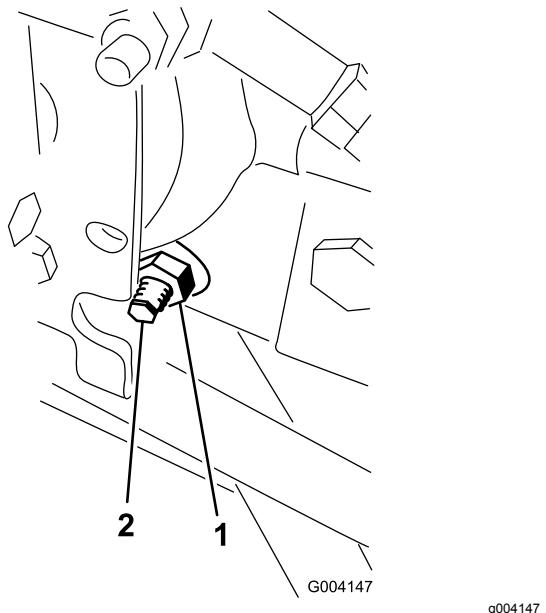

Bild 92
3. Lösen Sie rechts am Hydrostat die Sicherungsmutter an der Fahrantrieb-Einstellnocke (Bild 92).